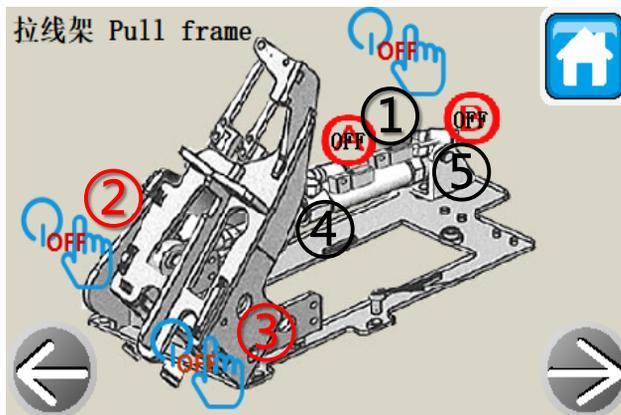

图2
点击 进入下一页 拉线架测试 点击图2中 ①-②-③
① 拉线架气缸
② 拉线 L 气缸
③ 拉线 R 气缸